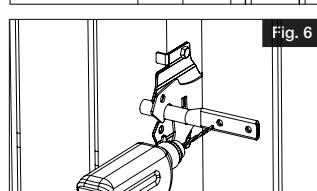

Fig. 7
- b. Installer la gâche sur la barrière à l'aide des vis fournies et serrer les vis (Fig. 7).